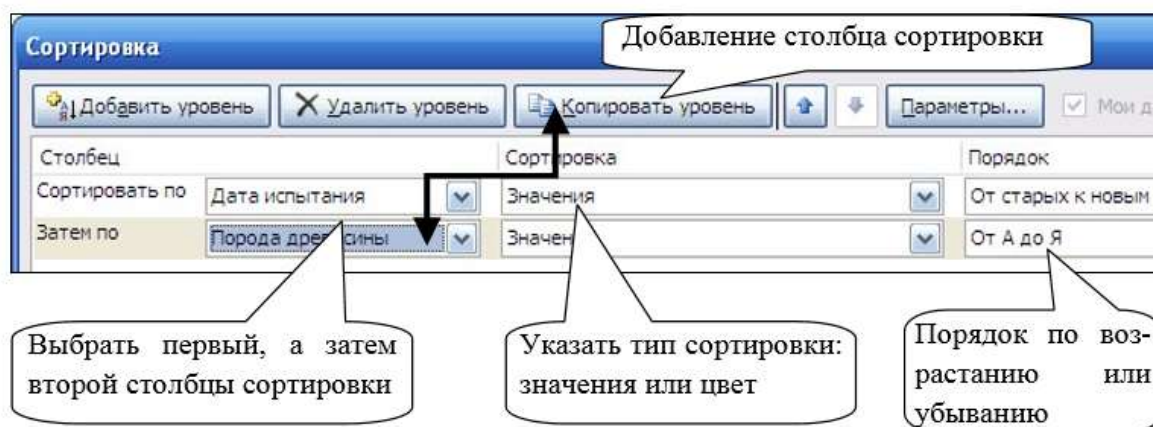

Рисунок 2.19 – Диалоговое окно сортировки данных
3. В диалоговом окне Сортировка выбрать поле, по которому будет происходить сортировка; тип сортировки (по значению, цвет ячейки, цвет шрифта, значок ячейки) и порядок (по возрастанию, убыванию, настраиваемый) (рис. 2.19).